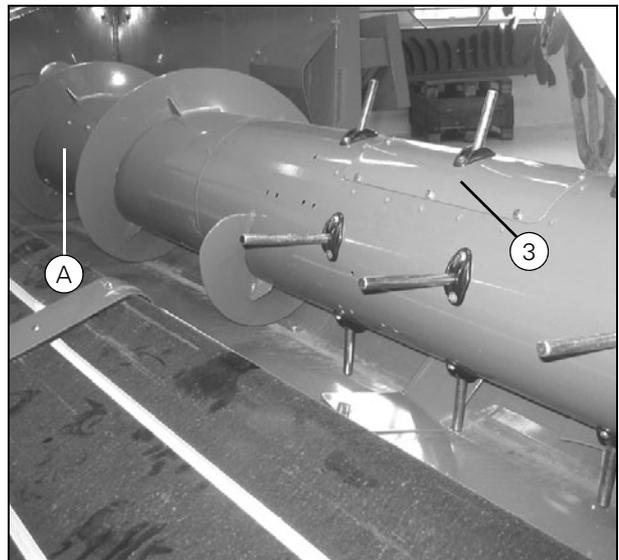

Рисунок 26
3. Выверните болты внутреннего кронштейна через треугольное отверстие (G). Используйте накидной ключ с длинной рукояткой. При наличии поврежденный шнека жатки снимите крышки смотровых люков (З) и (А), (Рис. 26).
1. Снимите крышку смотрового люка (З) (Рис. 26).